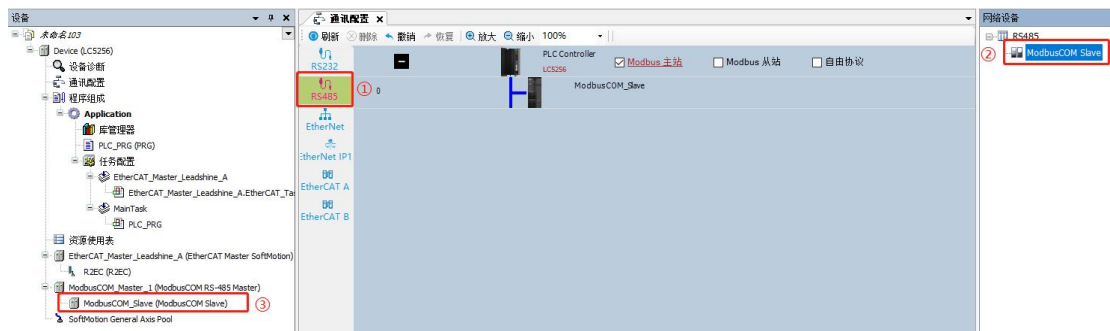

图 12.5 添加从站设备
使能 PLC 作为 Modbus RTU 主站后，如图 12.5 所示，从右侧“网络设备”COM R485 中拖入或双击“ModbusCOM Slave”从站设备，拖到蓝色的总线“Modbus_Master_COM1”下面，从站设备添加后，左侧树中，出现了对应的通信配置，如图 12.5 中③处所示“Modbus_Com_Slave”。如果有多个从站，可重复以上步骤添加多个从站设备。